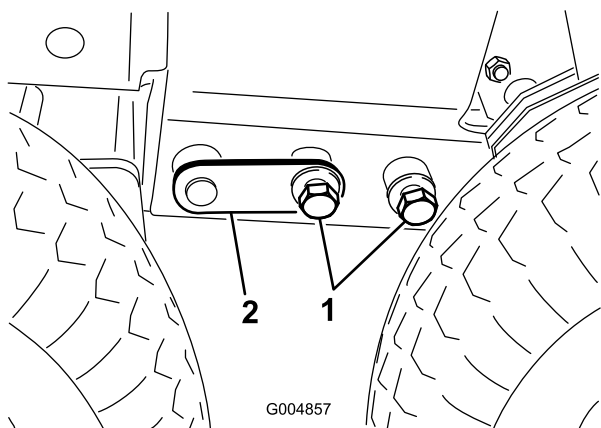

図 50
14. 必要に応じてフロアジャッキを調整して左右それぞれにボルト 3/4 インチ を取り付ける 図 50。